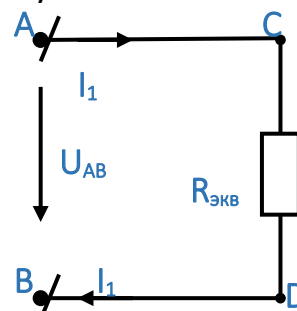

Рисунок 5.5
5. Рисунок 5.5  $R_{\text{ЭКВ}} = R_1 + R_{2456} + R_3 R_{\text{ЭКВ}} = 4 + 6 + 1,529 = 11,529\text{Ом}$